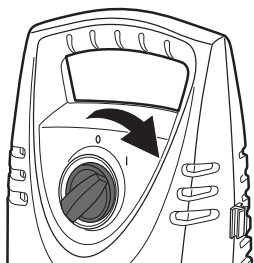

Fig. 17
- > Rode o interruptor de ligar/desligar (6) no sentido dos ponteiros do relógio para a posição de ligado ("I") para ligar o aparelho (Fig. 17).